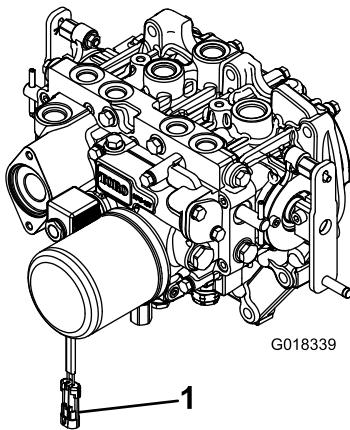

Figura 3
- Para evitar o engate acidental da embraiagem da tomada de força, desligue o conector elétrico da cablagem do conector da bobina da válvula de solenóide da tomada de força (Figura 3).
8. Depois da outra extremidade do veio propulsor estar ligado ao veio da caixa de engrenagens do acessório, ligue o conector elétrico da cablagem ao conector da bobina da válvula de solenóide da tomada de força (Figura 3).